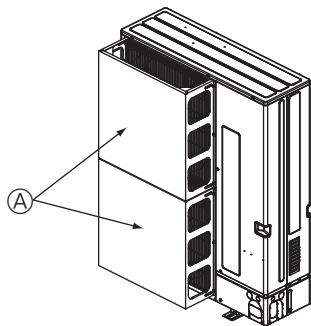
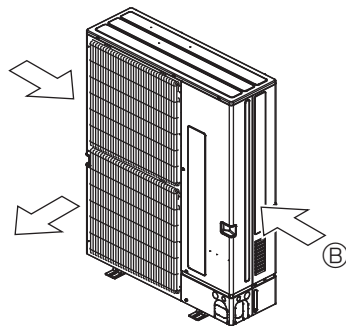

Fig. 2-16
Fig. 2-17
① Құрылғы тайфун, т. б. сияқты қатты желдердің салдарынан тікелей ауа өткізгішке кіріп кетуі мүмкін орынға орнатылған болса, қосымша ауа қорғаныс бағыттауышын орнатыңыз. (Fig. 2-16)
② Ауа қорғаныс бағыттауышы
② Құрылғыны мүмкіндігінше, ауа өткізгіш маусымдық желдің бағытына перпендикуляр соғатындай етіп қондырыңыз. (Fig. 2-17)
③ Жел бағыты